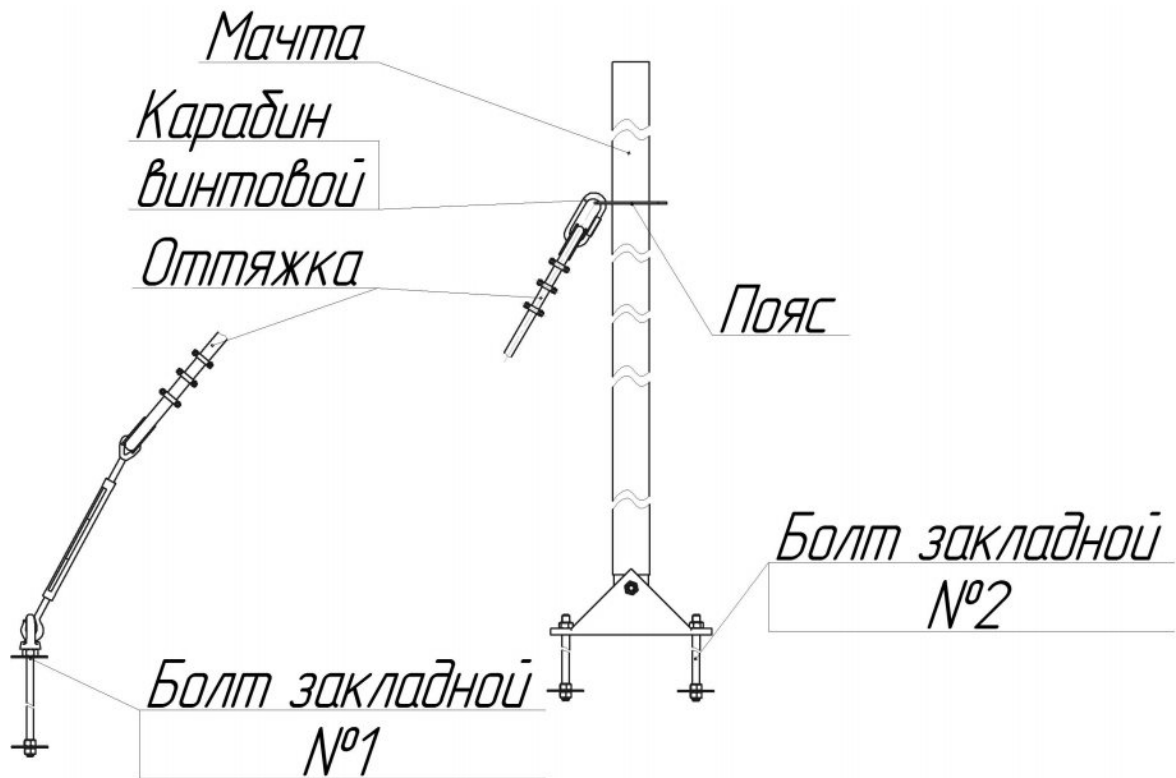

Рисунок 5 – Крепление оттяжек
4.4 В состав Комплекта входят три оттяжки. Конструкция оттяжки представлена на рисунке 4. Оттяжка состоит из троса  $\varnothing 4$  мм, талрепа, винтового карабина. Один конец оттяжки соединяется с поясом при помощи винтового карабина - другой крепится к рым-гайке закладного болта с помощью талрепа (рисунок 5).
7.1.13 Закрепить оттяжки на поясе с помощью винтовых карабинов (рисунок 5).